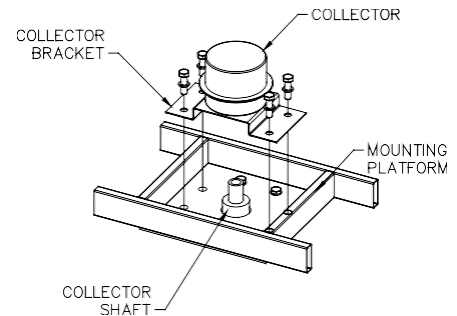

Fig. 11A. Gruppo collettore.
11.1 Dopo fissato la gru alla piattaforma di montaggio, rimuovere quattro delle viti M16 e delle rondelle di bloccaggio come mostrato nella **Fig. 11A** per far spazio al supporto di montaggio del collettore. Assicurarsi che la gru sia saldamente fissata tramite le rimanenti quattro viti.